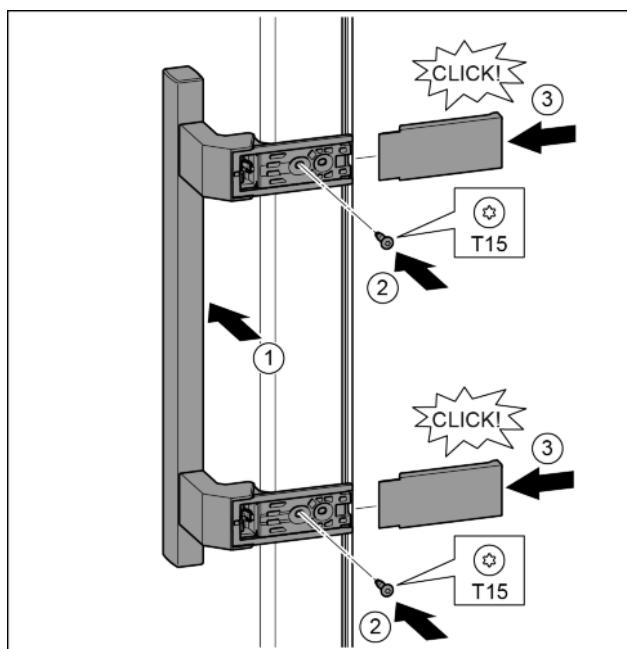

Fig. 19
- ▶ Postavite ručicu na suprotnoj strani. Fig. 19 (1)
- ▶ Odvijačem T15 čvrsto pritegnite vijke. Fig. 19 (2)
- ▶ Postavite pokrove bočno i nataknite ih. Fig. 19 (3)